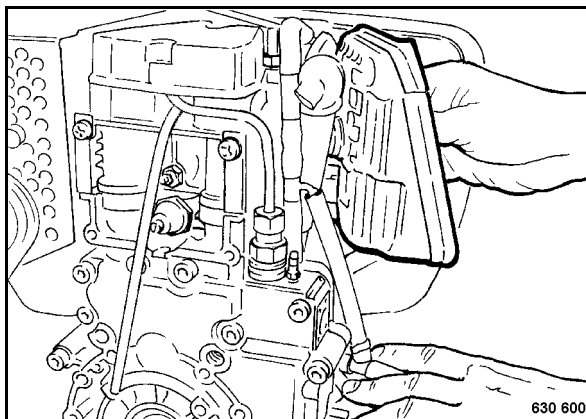

Fig. 69
- Desmontar la consola del filtro de aire (Fig. 69).